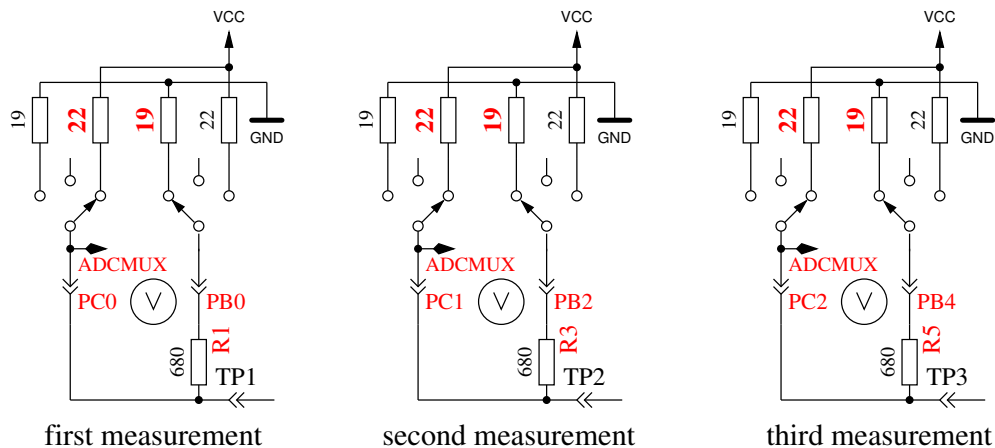

Abbildung 4.28: Messung des Innenwiderstandes des auf VCC geschalteten Port C Ausgängen.
8. **Messung des Innenwiderstandes von auf VCC geschalteten Port Ausgängen.** Der benötigte Strom wird von auf GND geschalteten  $680\Omega$  Widerständen geliefert. Der Text in der ersten LCD Zeile ist „Ri.Hi= (mV)“. In der zweiten Zeile des LCDs werden drei Spannungswerte angezeigt als Differenz zu VCC. Es ist die gleiche Messung wie die in Test 7 zur anderen Seite, wie in Abbildung 4.28 gezeigt wird. Mit folgenden Schritten können Sie den Innenwiderstand berechnen: Um den Strom zu berechnen:  $(5001 - (\text{Ergebnis von Test 7}) - (\text{Ergebnis von Test 8})) / 680$ . Sie können beide Widerstandswerte erhalten, indem Sie die jeweilige Spannung (Ergebnisse von Test 7 oder Test 8) durch diesen Strom dividieren.